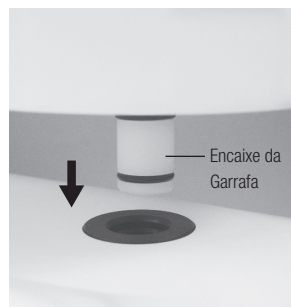

Fig. 3
- 3) Feche a tampa da Garrafa VA e insira o Encaixe da garrafa no Conector da base da garrafa até encaixar. (Fig. 3)